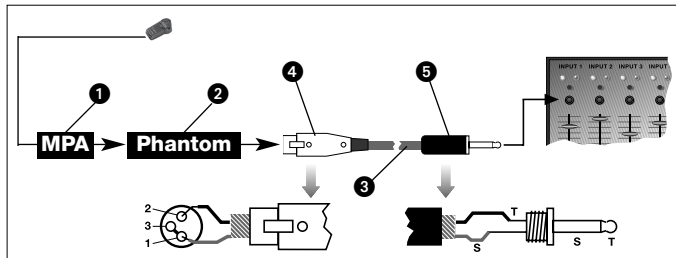

Fig. 2 : Raccordement sur une entrée asymétrique
1. Pontez les contacts 1 et 3 de la fiche XLR (4) et reliez-les au blindage du câble. Voir Fig. 2.
2. Reliez le conducteur interne du câble au contact 2 de la fiche XLR (4) et à la pointe de la fiche à jack (5).